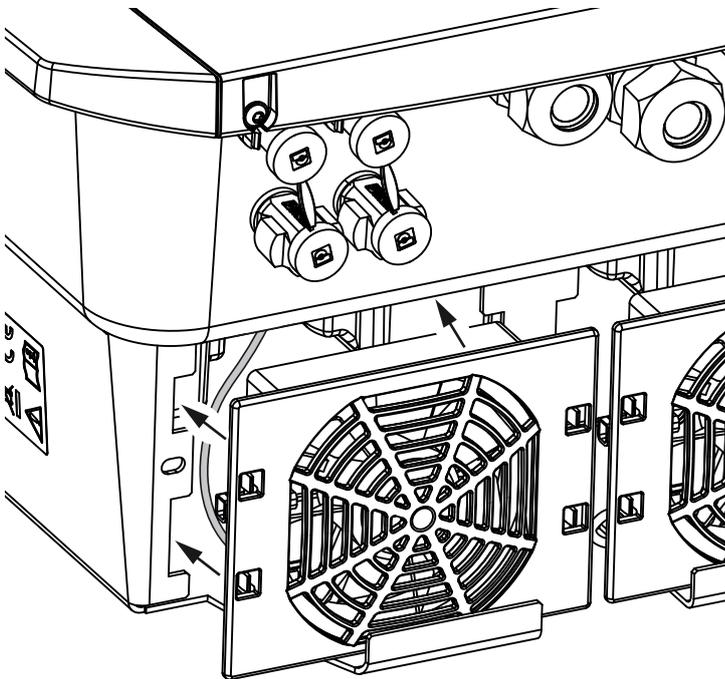

Fig. 67 : Remise en place du ventilateur
- Il est correctement installé dans son cadre (sens d'écoulement de l'air). **Fig. 67**